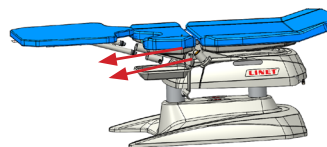

Fig. 6 Retirer l'extension de surface d'installation
- 3) Enfin, tenir l'extension de surface d'installation au niveau des côtés longs de la partie rembourrée à deux mains, puis tirer l'extension de surface d'installation vers l'extérieur du fauteuil jusqu'à ce que les barres de guidage soient complètement retirées des deux orifices du support (Fig. 6)